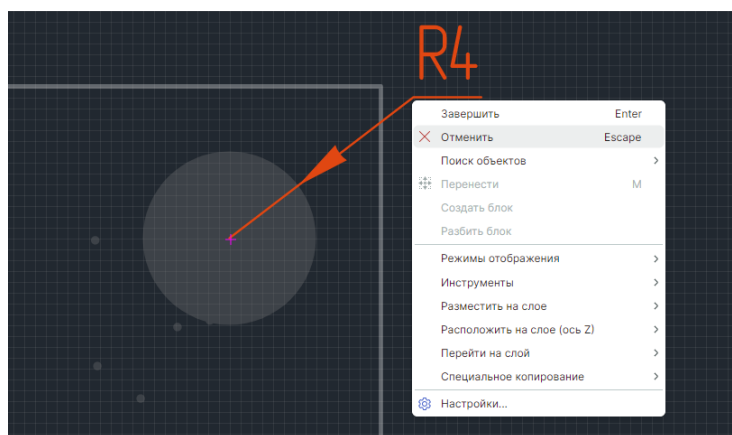

Рис. 298 Отмена размещения размерной линии
6. Размещение линии можно отменить, для этого нажмите клавишу «Escape» или вызовите контекстное меню и выберите «Отменить», см. Рис. 298.